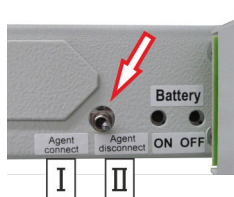

Fig. 21 : Commutateur de blocage
1. ► Bloquer le système : Commuter le commutateur de blocage (Fig. 21 /flèche) sur « Agent disconnect [bloqué] » (Fig. 21 / II).